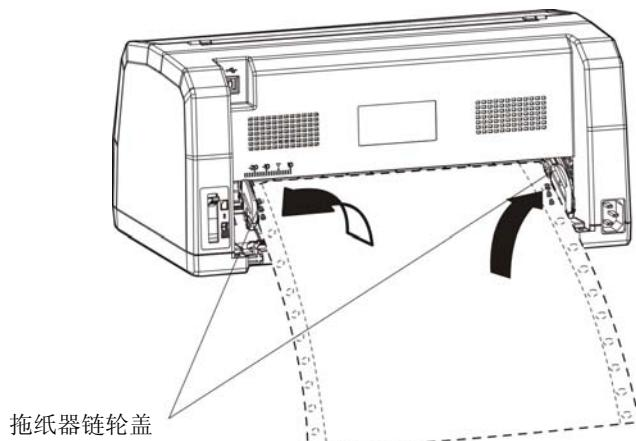

图 3-11 将连续纸安装在拖纸器上
- 打开拖纸器左右链轮的链轮盖，将连续纸装入拖纸器齿形带上（如图 3-11 所示）。